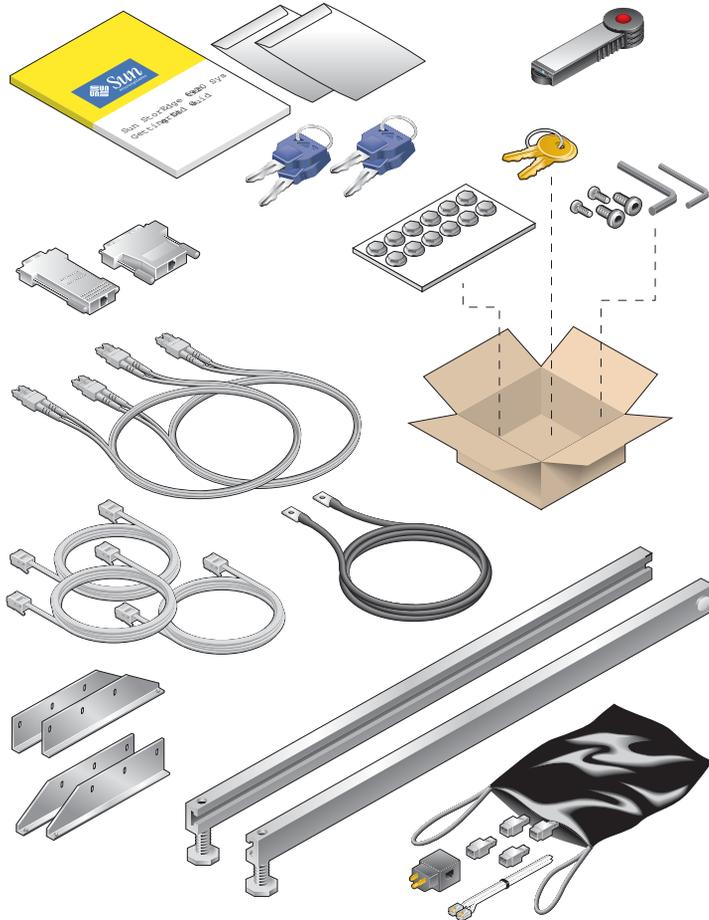

图 2-1 基本机箱附件包中的物品
2. 拆开机箱侧面附带的附件包，并核对里面的物品（请参见表 2-1 和图 2-1）。